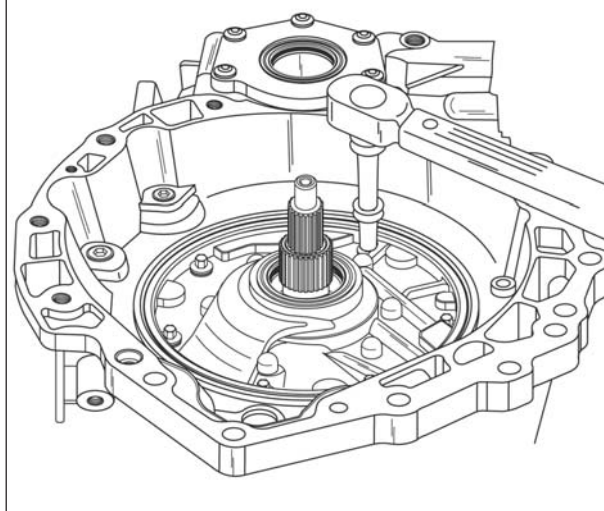

Figura 265
67. Aperte os seis parafusos de fixação da bomba a carcaça com um torque de 30 Nm, conforme mostra a figura 265.